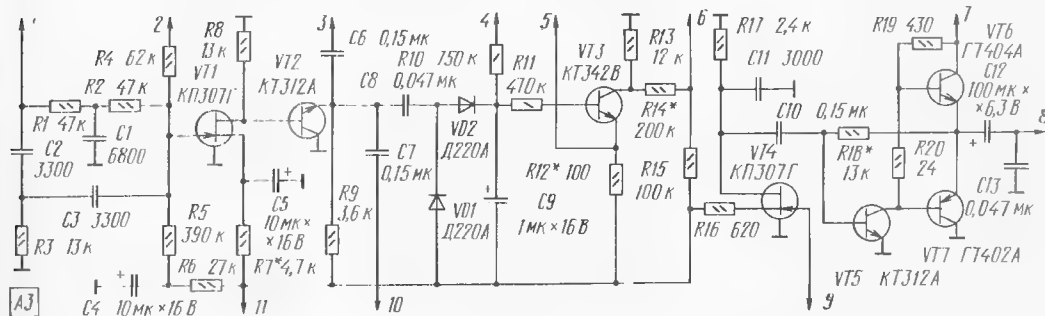

Рис. 6
**П**ринципиальная схема усилителя 3Ч приемного тракта (узел А3) изображена на рис. 6. Первый каскад собран на полевом транзисторе VT1. На его выходе включен эмиттерный повторитель на транзисторе VT2. В режиме «ТЛП» эти каскады охвачены обратной связью